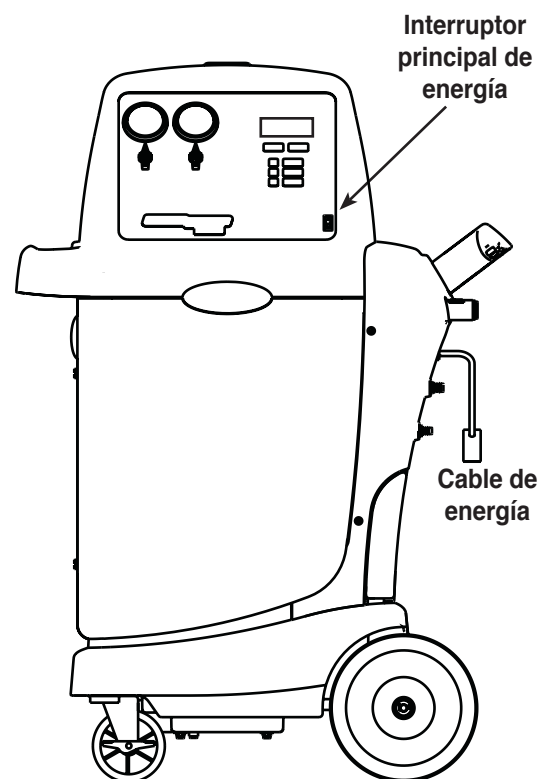

Figura 1
1. Desenrolle el cable de energía de la manija y conéctelo a un tomacorriente de voltaje adecuado. Consulte la Figura 1.